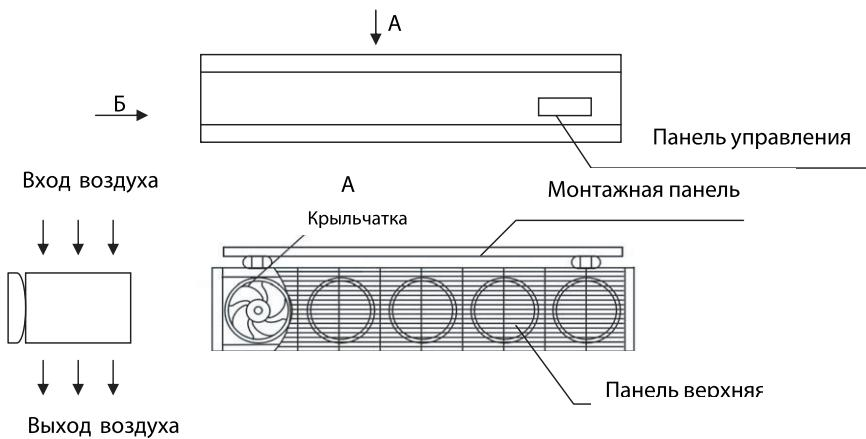

Рис. 1 – Устройство завесы
4.1 Завеса представляет собой устройство, в металлическом корпусе которого установлены от пяти до восьми (в зависимости от модели) вентиляторов осевого типа с электродвигателями (рис.1)